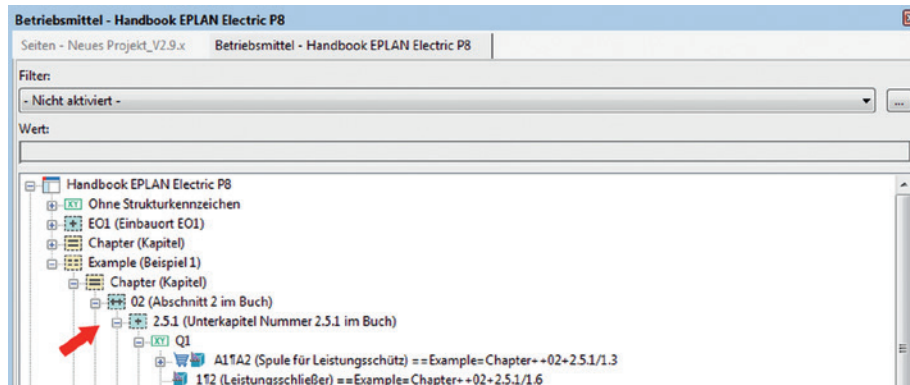
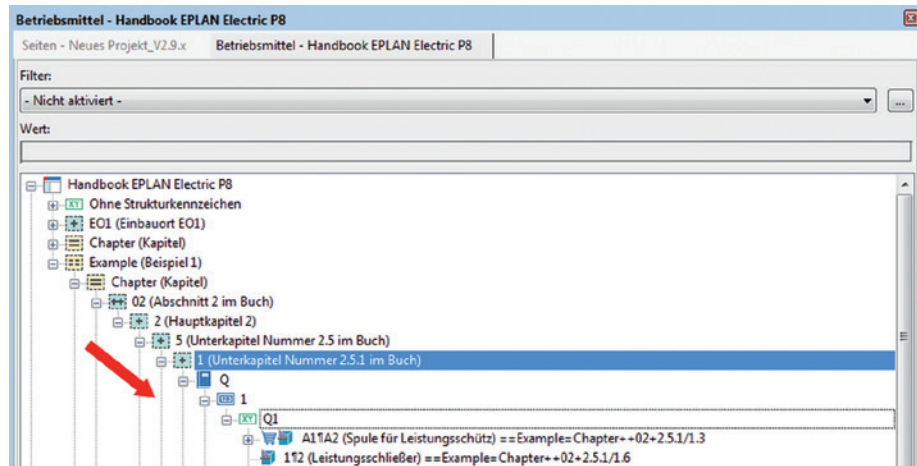

Bild 2.14 Unaufgelöste Struktur des Betriebsmittels (nur Anzeige)
Bild 2.15 Aufgelöste Struktur des Betriebsmittels (nur Anzeige)
- **Baumstruktur (Navigatoren):** Mit diesen Einstellungen wird die Reihenfolge der Anzeige der Strukturkennzeichen bzw. der BMK in den Navigatoren (außer dem Seiten-Navigator) verändert. Das bezieht sich aber nur auf die Anzeige in den verschiedenen Navigatoren. Es werden keine Änderungen an Betriebsmitteln durchgeführt. Ebenso kann hier auch festgelegt werden, ob die Unterstrukturen der Struktur eines Betriebsmittels aufgelöst oder zusammenhängend dargestellt werden soll (Bild 2.14 und Bild 2.15).